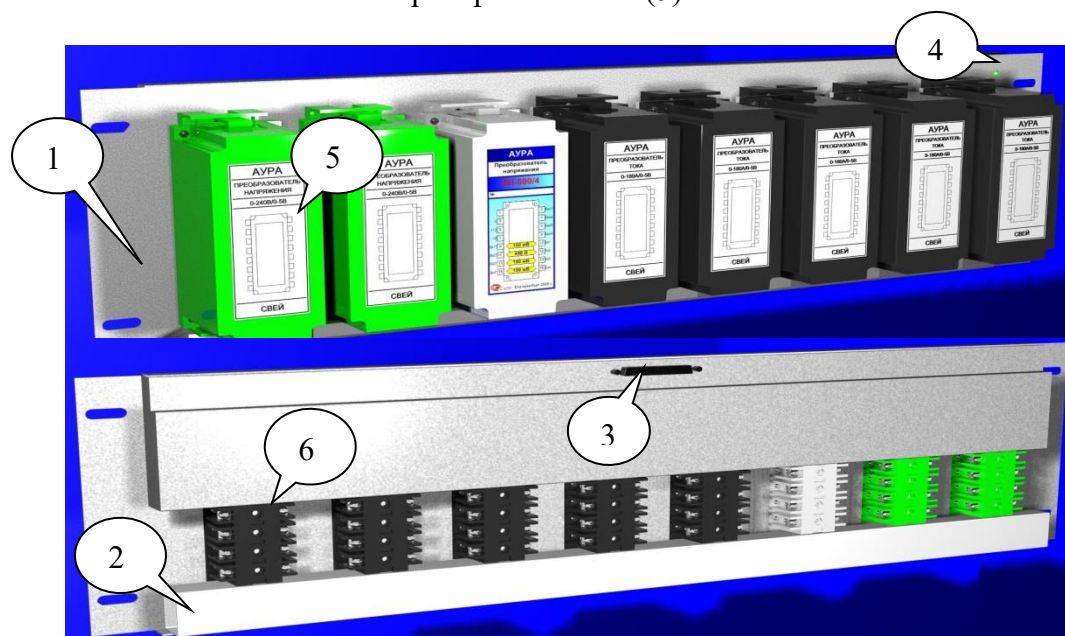

Рисунок 19. Вид модуля входных преобразователей спереди и сзади.
2.2.4.2 Для удобства монтажа на панели входные преобразователи поставляются в виде модулей, конструктивно объединяющих несколько преобразователей (см. рисунок Рисунок 19). Модуль состоит из каркаса (1), каналов для укладки жгутов (2), разъема для подключения соединительного кабеля (3), тумблера и индикатора питания (4) и преобразователей (5).